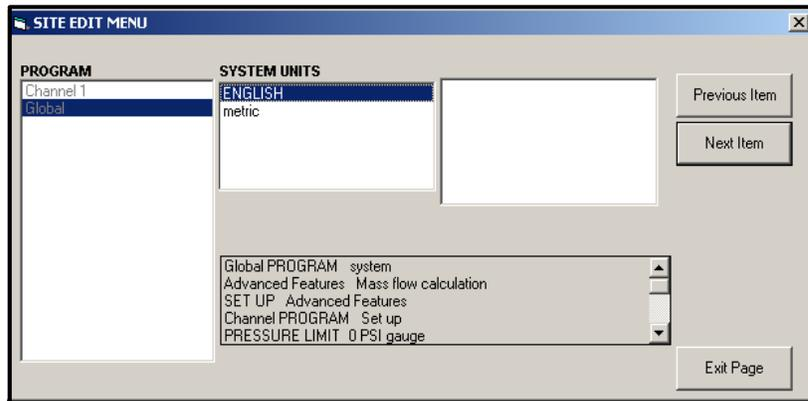

Figura 45: Opción Sistema en el Menú Global
2. Resalte y haga doble clic en la opción *Sistema* del panel central. Aparecerá una ventana similar a la de la Figura 45.